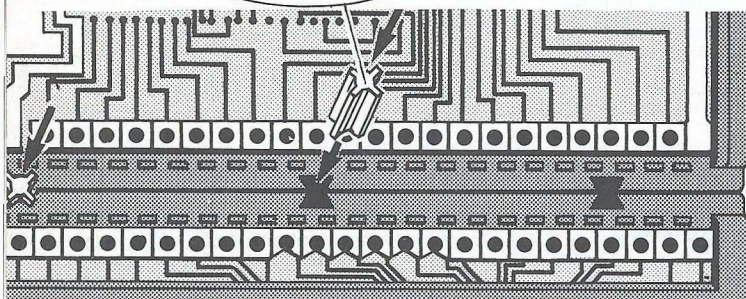

Bild 1
3. Schneiden Sie von den beiliegenden Verbindungsstiften den Zapfen mit einem scharfen Messer ab und drücken Sie die Verbindungsstifte in die „Schwalbenschwanzlöcher“, wie es Bild 1 zeigt. Die beiden Geräte sind jetzt fest miteinander verbunden.